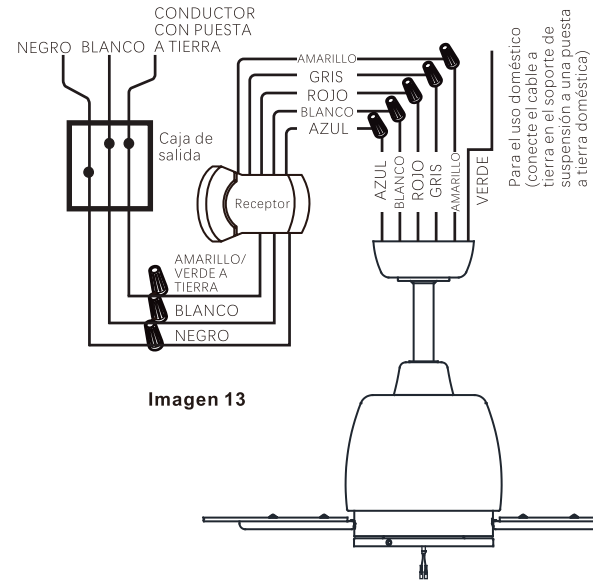

Imagen 13
Realice cada una de las conexiones de cableado ilustradas en la Imagen 13. Asegure cada una de las tuercas para cable incluidas.
**Paso 1.** Conecte el cable azul desde el (motor) del ventilador al cable azul del receptor. Cable blanco desde el (motor) del ventilador al cable blanco del receptor. Cable rojo desde el (motor) del ventilador al cable rojo del receptor. Cable gris desde el (motor) del ventilador al cable gris del receptor. Cable amarillo desde el (motor) del ventilador al cable amarillo del receptor. (Imagen 13)
**Paso 1.** El cable negro del receptor (CA EN L) conecta el cable negro (CALIENTE) de la caja de salida del techo (Imagen 13).